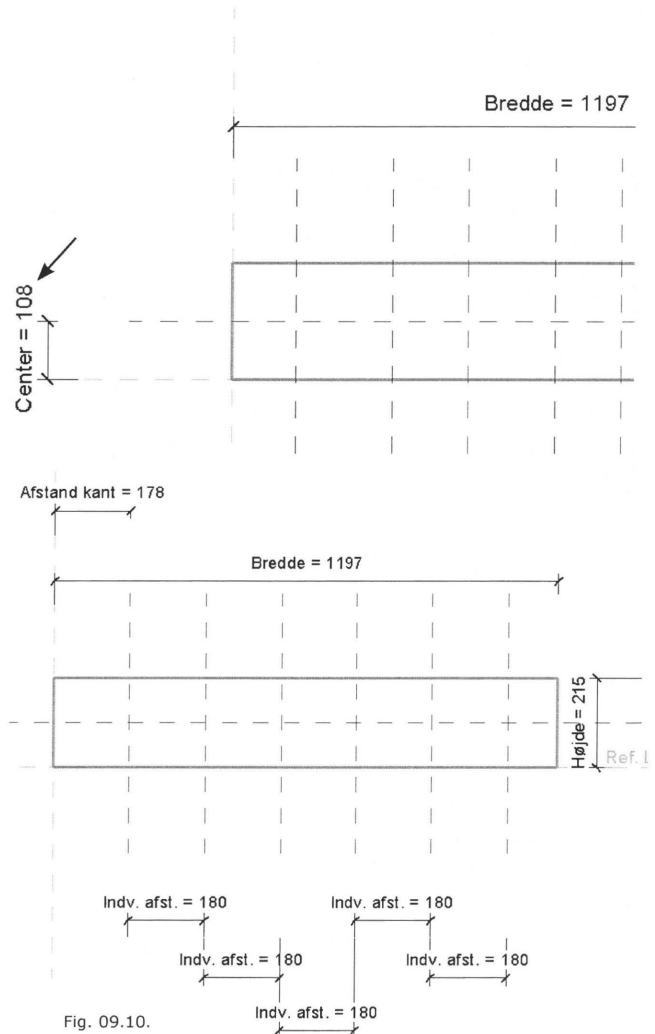

Fig. 09.10.
- Sæt mål og *Parameters* på alle de lodrette *Reference Planes*. Det længst til højre har vi navngivet *afstand kant*. De andre *Indv. aft.* hvilket er forkortelse for individuel afstand mellem hvert hul i dækket (Fig. 09.10).